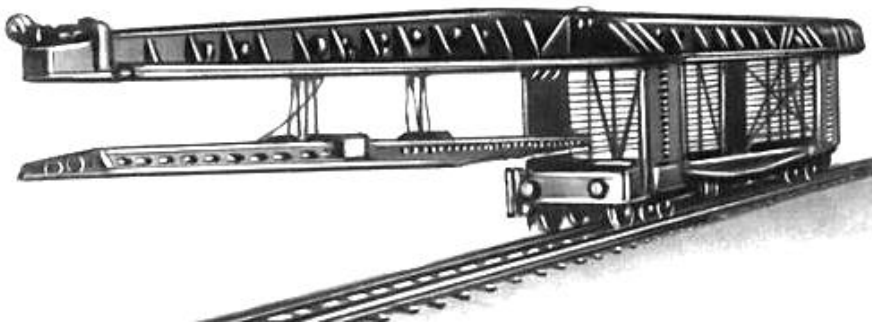

Рисунок 10 – Путеукладчик
**Путеукладчик** (рисунок 10) – комплект машин и оборудования для транспортировки и укладки рельсо-шпальной решетки железнодорожных путей при строительстве новых и ремонте эксплуатируемых железных дорог. Звеньевые путеукладчики укладывают заранее собранные на *путевых машинных станциях* звенья рельсо-шпальной решетки длиной, равной длине стандартных рельсов (25 и 12,5 м). Путеукладчик представляет собой поезд, состоящий из локомотива, укладочного крана, железнодорожных платформ, оборудованных роликами для перемещения по ним пакетов звеньев рельсо-шпальной решетки, и одной или нескольких моторных платформ для транспортировки пакетов звеньев вдоль состава и производства маневров. Укладочный кран на железнодорожном ходу – самоходная железнодорожная машина с горизонтальной консольной стрелой, под которой на платформе размещается пакет звеньев. На стреле установлено крановое оборудование – грузоподъемная и тяговая лебедки. По стропе с помощью тяговой лебедки перемещаются грузовые тележки с траверсами, которые подцепляют верхнее звено пакета, поднимаемое грузоподъемной лебедкой. Затем звено выносится на тележках вдоль стрелы вперед и укладывается на *балластную призму*. После стыковки этого звена с ранее уложенным укладочный кран вместе с платформами наезжает на только что уложенное звено. Далее цикл повторяется. Такой путеукладчик используется и как разборщик. Операции выполняются в обратной последовательности.